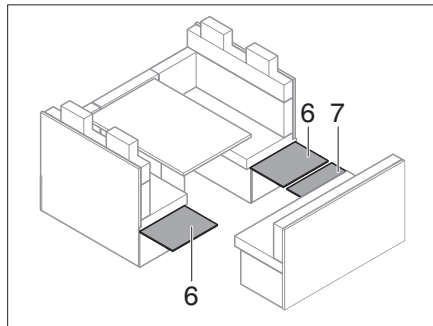

Bild 199 Seitenwände ausklappen
- Sitzkasten-Seitenwände (Bild 199,6) und Sitzkasten-Vorderwand (Bild 199,7) ausklappen.